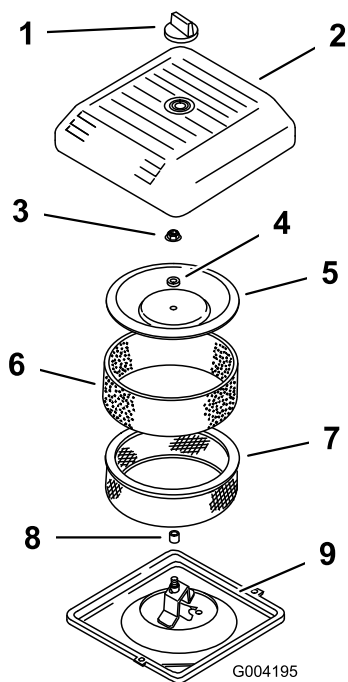

Figura 40
3. Desaperte o botão e retire a cobertura do filtro de ar (Figura 40).
4. Faça deslizar cuidadosamente o filtro prévio de esponja do elemento de papel (Figura 40).
5. Desaperte a porca da cobertura e retire a cobertura, o espaçador e o filtro de papel (Figura 40).
2. Coloque a estrutura do filtro do ar na base do filtro do ar (Figura 40).
3. Coloque a cobertura, o espaçador e aperte com a porca da cobertura (Figura 40). Aperte as porcas com 11 N·m.
4. Coloque a cobertura do filtro de ar e fixe-a com o botão (Figura 40).